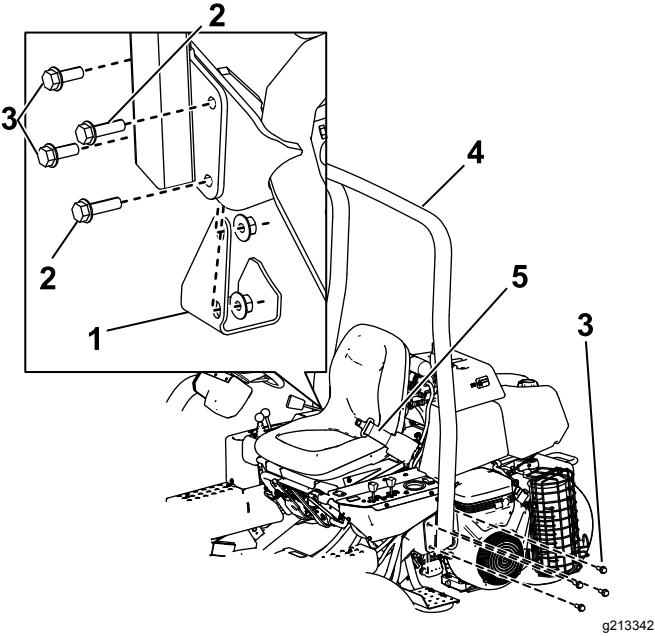

Figura 6
2. Baixe a barra de segurança (Figura 6) para os suportes de montagem, alinhando os furos de montagem.
3. Prenda o lado esquerdo da barra de segurança ao suporte de montagem com quatro parafusos (½ pol. x 1½ pol.) e porcas de bloqueio Figura 6.
ao suporte de montagem com dois parafusos (½ pol. x 1½ pol.), dois parafusos (½ pol. x 1¾ pol.) e porcas de bloqueio como se mostra na Figura 6.